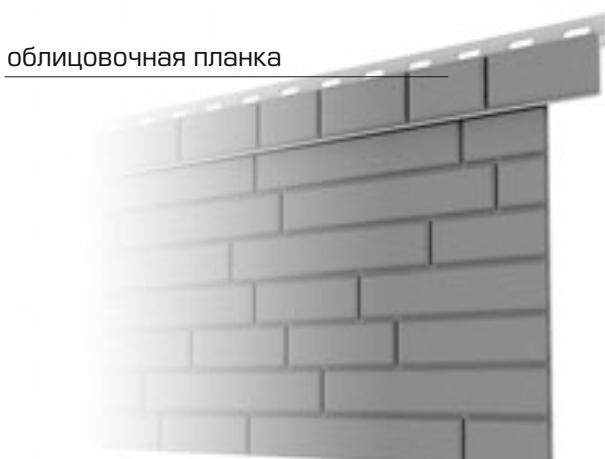

рис. 13
5. Завершающим элементом крепления фасадных панелей является облицовочная планка, которая просто накладывается поверх панели и крепится на обрешетку с помощью гвоздей или шурупов через пазы соединения (рис. 13).